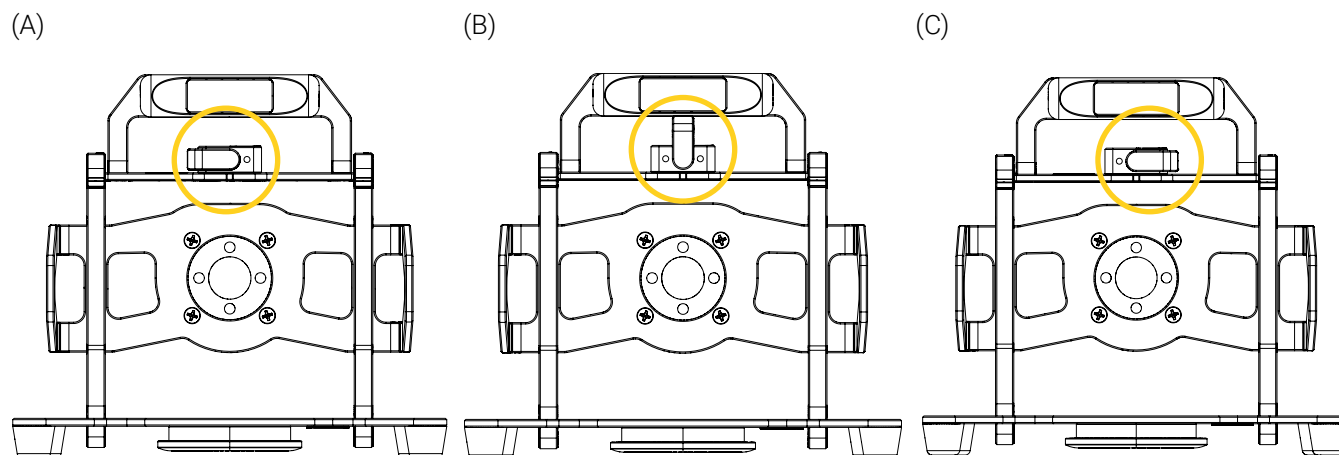

Figure 6: Positions « Verrouillées »
Tourner le loquet quart dans le sens horaire ou antihoraire jusqu'à ce que le loquet pointe vers l'une (1) des trois (3) positions « Verrouillées » (Figure 6).